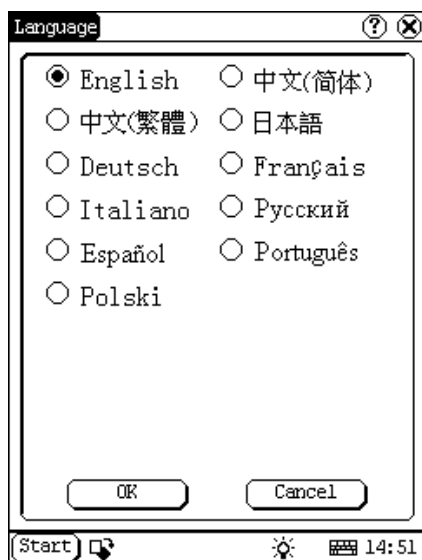

Рисунок 4-42
- 1) В итенфейсе Панель управления нажмите значок "Язык", чтобы открыть интерфейс языков. См рисунок 4-42.